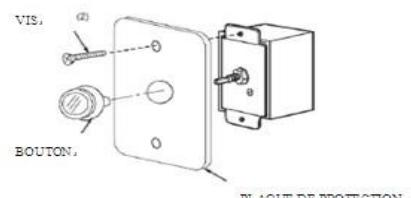

Figure 5
- Installer la couverture avant à l'aide de deux vis fournies (Figure 5).